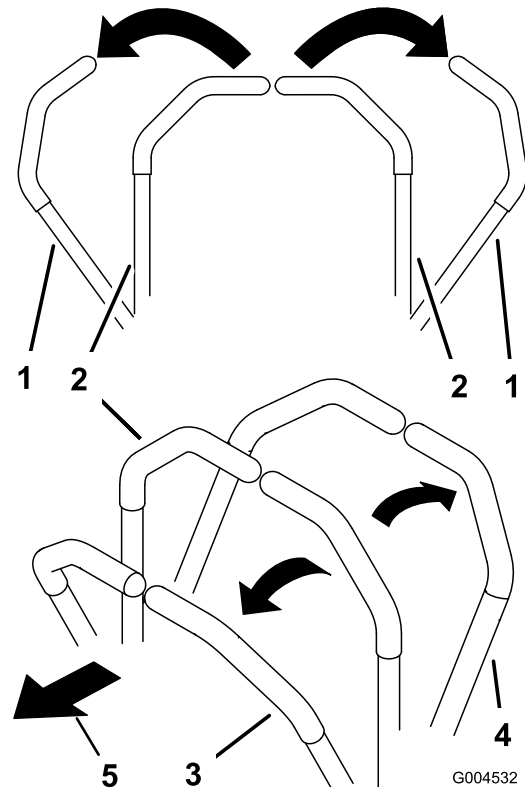
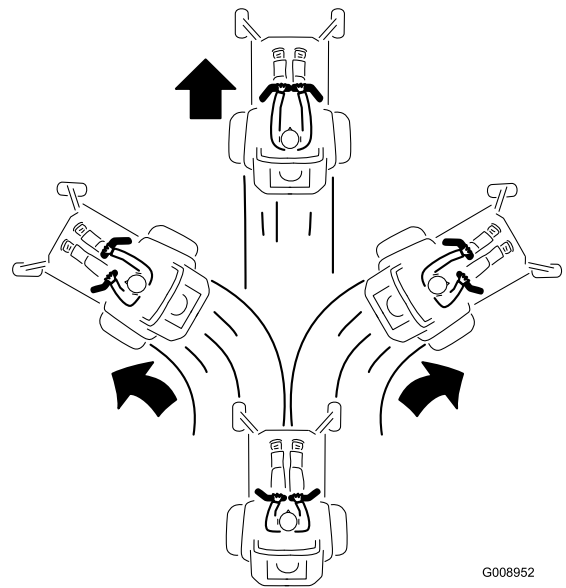

Figure 17
Figure 19
2. Pour vous déplacer en marche avant, poussez doucement les leviers de commande de déplacement vers l'avant (Figure 17 et Figure 19).
Pour vous déplacer en ligne droite, appliquez une pression égale sur les deux leviers de déplacement (Figure 17).
Pour tourner, relâchez le levier de commande correspondant à la direction que vous voulez prendre (Figure 17).